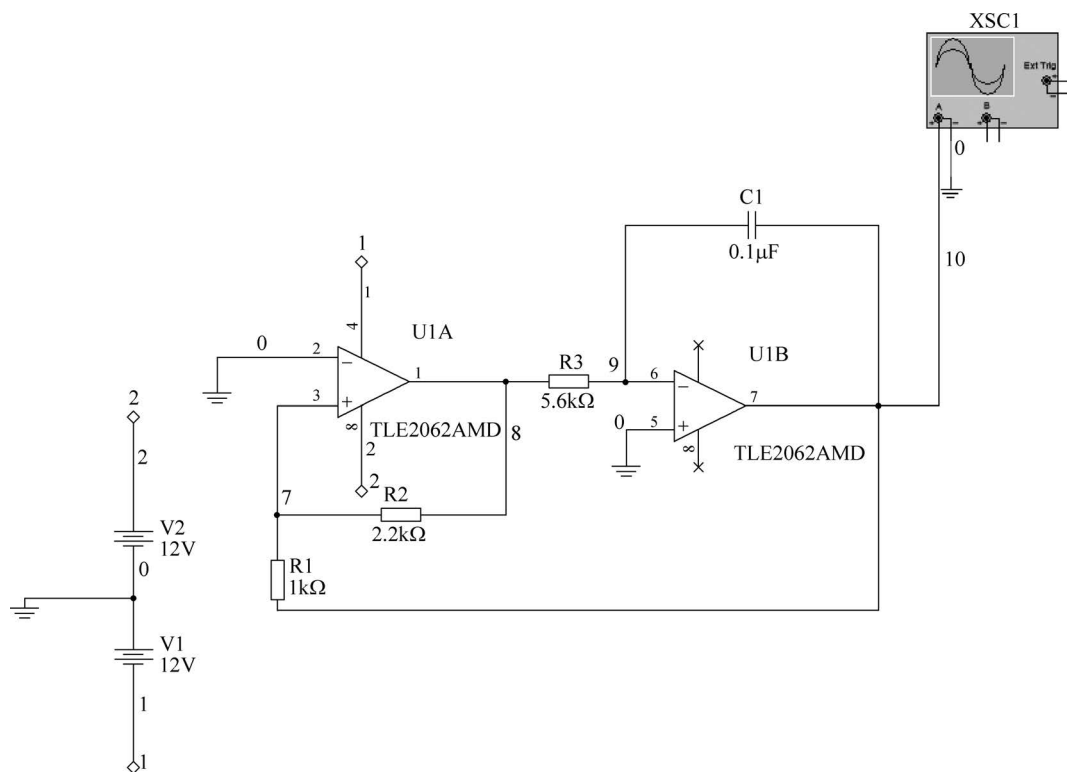

图 5.5.2 待傅里叶分析电路
【例 5.5】 电路如图 5.5.2 所示,对输出节点 10 的电压进行傅里叶分析。
解: (1) 新建电路原理图,操作步骤参见 2.2.5 节,按图 5.5.2 创建电路。单击菜单栏中 Edit 菜单下 Properties 命令,在 Sheet Visibility 选项卡下,选定 Net Names 中的 Show All 的设置,把电路中的节点标志显示到电路图上。